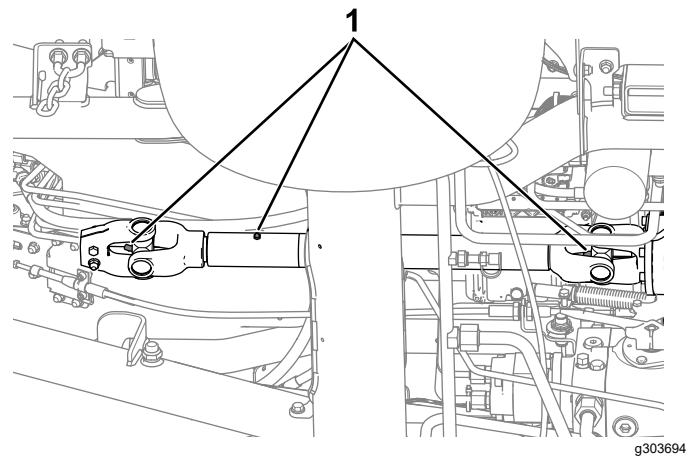

Figure 44
- Arbre d'entraînement de PDF (Figure 44)